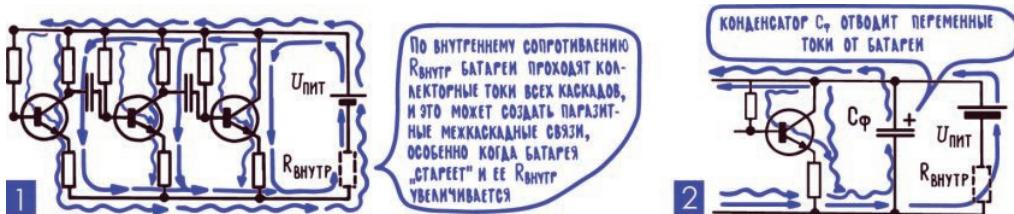
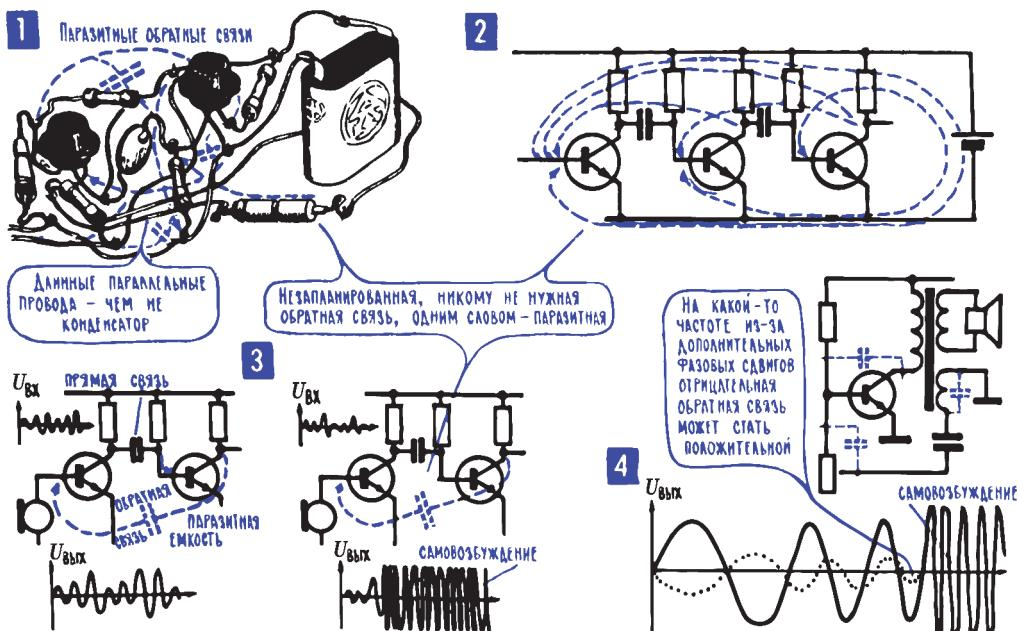

Рис. 12.7. Паразитные связи между каскадами через источник питания
Рис. 12.13. Паразитные обратные связи в усилителях
Механизм появления паразитной связи по питанию очень прост. Переменная составляющая какого-либо коллекторного тока проходит по внутреннему сопротивлению источника и создает на нем переменное напряжение, которое неизбежно попадает на коллектор, а через резистор смещения – и на базы других транзисторов (рис. 12.7; 1). Способ борьбы с этой неприятностью тоже несложен – источник питания шунтируют конденсатором  $C_{\phi}$  (рис. 12.7; 2), через который все переменные составляющие замыкаются беспрепятственно. Кроме того, в цепи включают развязывающие фильтры, задача которых – замкнуть переменную составляющую коллекторного тока на месте, вблизи транзистора, не пустить ее в общие
**18. Фазовые сдвиги в усилителе могут привести к возникновению положительной обратной связи, к превращению усилителя в генератор.** Помимо тех цепей отрицательной обратной связи, которые вводятся специально, в частности для ослабления нелинейных искажений, могут появиться незапланированные, паразитные цепи обратной связи. Например, через источник питания (рис. 12.7). Или через общие для входа и выхода участки самого транзистора. Или, наконец, через электрические и магнитные поля, которые создаются выходными цепями и наводят сигнал во входных цепях (рис. 12.13).